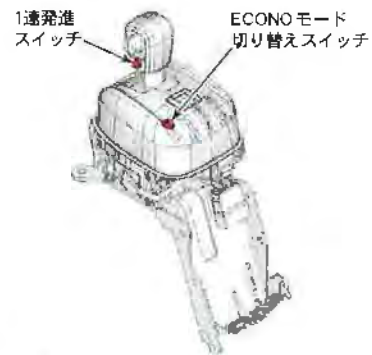

図 I-9 シフト・レバー Ass'y
⑤ 1速発進制御(図 I-9)
(b) 走行モード制御(図 I-9)